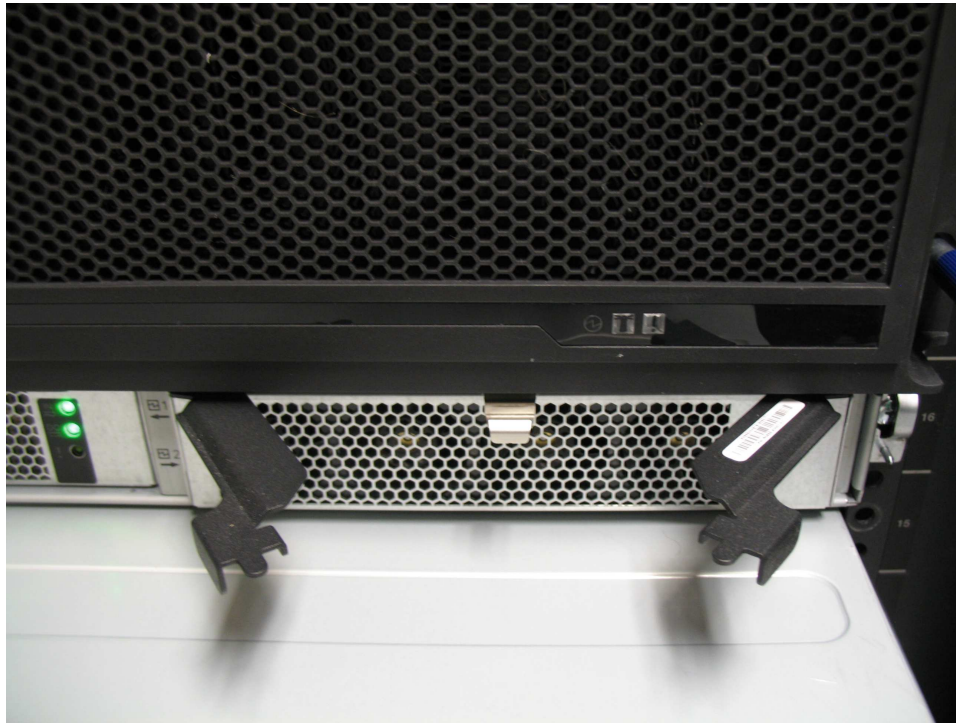

Abbildung 83. Netzteil installieren
3. Schieben Sie das Netzteil vorsichtig in das Chassis ein, bis es einrastet (siehe Abb. 83).